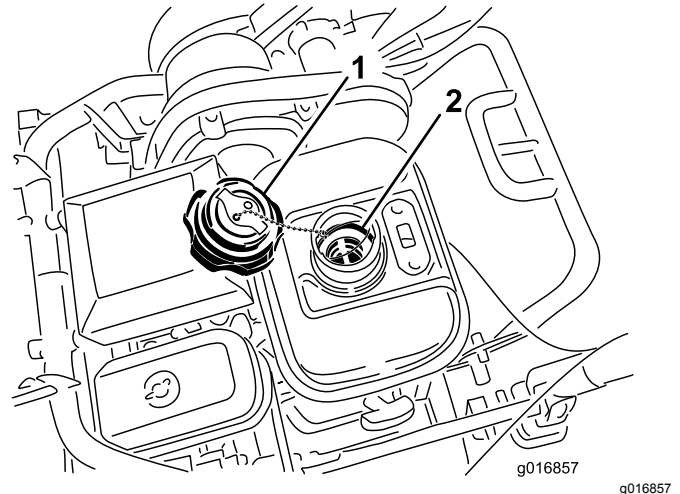

Figura 40
1. Desaperte e retire o recipiente do combustível do depósito do combustível (Figura 40).